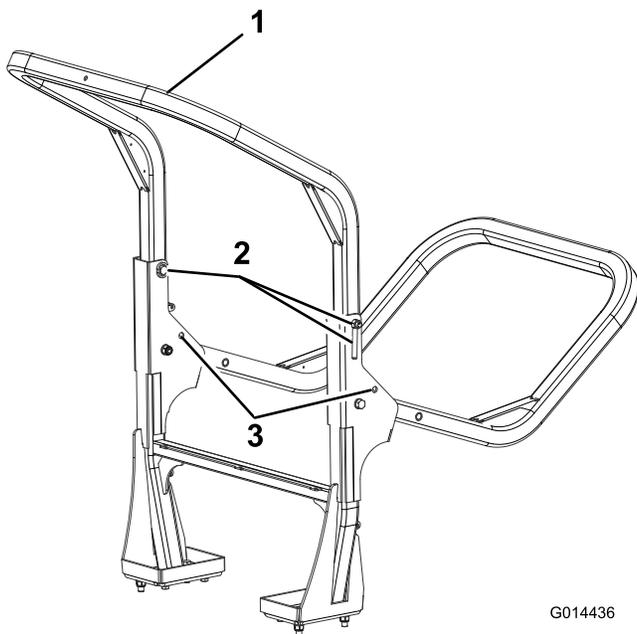

Figure 38
2. Soutenez le poids du cadre supérieur pendant que vous enlevez les écrous moletés, les rondelles et les boulons de fixation des supports de pivot (Figure 38).